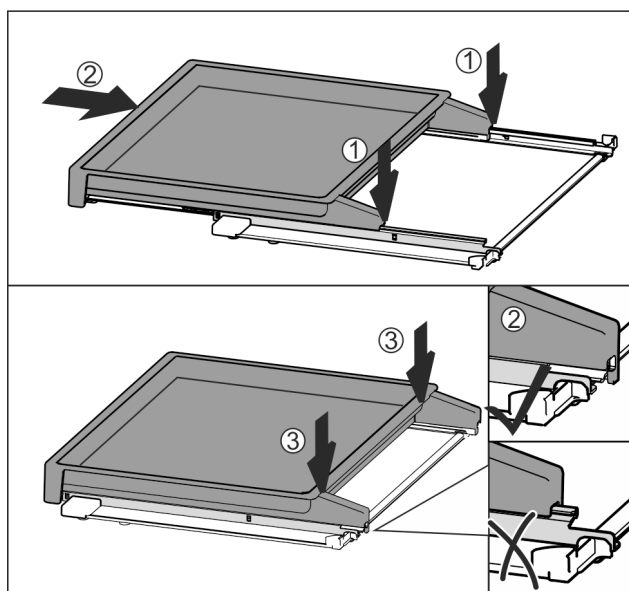

Fig. 33
- ▶ Așezați centrat pe șine Fig. 33 (1).
- ▶ Împingeți complet raftul extractibil în interior Fig. 33 (2).
- ▶ Apăsăți pe partea din spate, până când acesta se cuplează cu un zgomot specific Fig. 33 (3).